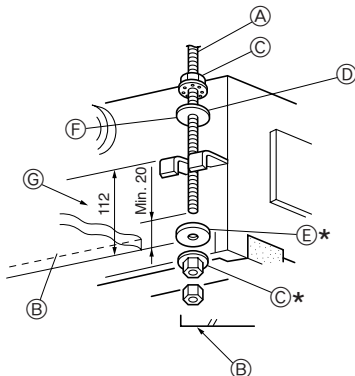

Fig. 2-7
1. Enrosque progresivamente las arandelas ① ② (suministradas) y sus respectivas tuercas (adquiridas localmente) en el perno de suspensión. (Fig. 2-7)
* Realice esta operación en el siguiente orden (desde la parte superior): tuerca, arandela con aislante ②, arandela sin aislante ①, dos tuercas.
* Coloque la arandela aislante ② con la superficie aislante hacia abajo, tal y como se indica en la figura.
2. Levante la unidad en su ubicación y alinéela adecuadamente con el perno de suspensión. Pase la ménsula entre las arandelas ① y ② ya colocadas y fíjela. Realice el mismo procedimiento en las cuatro ubicaciones.